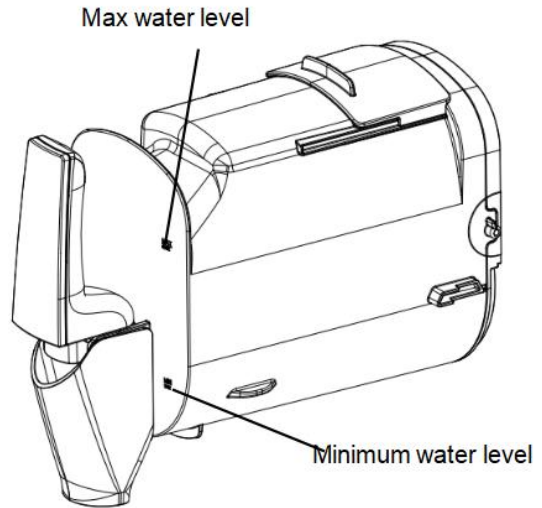

Figure 2
1. Aby uniknąć nadmiernego obciążenia mieszania i przepętnienia po rozprężeniu składników, ilość składników nie powinna przekraczać maksymalnego poziomu wody. Aby zapewnić precyzyjną kontrolę temperatury i prawidłową pracę, składniki należy dodawać do minimalnego poziomu wody (patrz rysunek 2). Urządzenie przygotowuje najlepsze koktajle, gdy jest załadowane do maksymalnej pojemności, dlatego należy starać się przygotowywać koktajle zgodnie z maksymalną pojemnością.